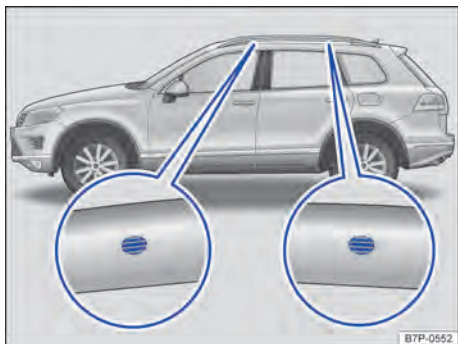

Fig. 141 Pontos de fixação para bagageiro básico e bagageiro do teto
Os furos para posicionamento encontram-se no lado interno da longarina do bagageiro do teto \Rightarrow Fig. 141.
- Fixar as barras de suporte somente nas marcações indicadas na figura \Rightarrow Fig. 141.